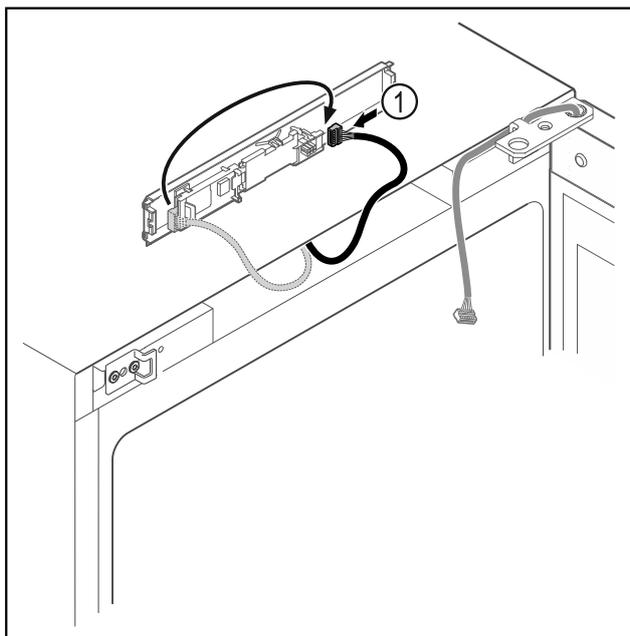

Fig. 20
- Pārspaudiet spraudni Fig. 20 (1) uz shēmas plati.